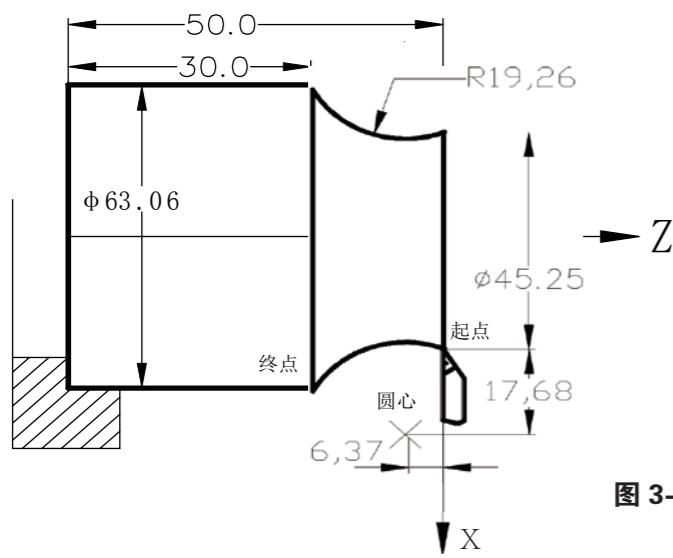

图 3-8
* R指定时, 是小于 360° 的圆弧, R 负值时为大于 180° 的圆弧, R 正值时为小于或等于 180 度的圆弧;示例: 从直径 Φ45.25 切削到 Φ63.06 的圆弧程序代码, 图 3-8
示例：从直径 $\Phi 45.25$ 切削到 $\Phi 63.06$ 的圆弧程序代码，图 3-8